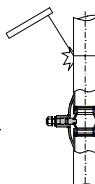
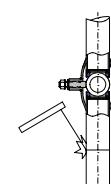

рис. 2
рис. 3
- При приварке крана к вертикальному трубопроводу при сварке верхнего шва кран должен быть ОТКРЫТ (рис.2), при сварке нижнего шва – ЗАКРЫТ (рис.3).